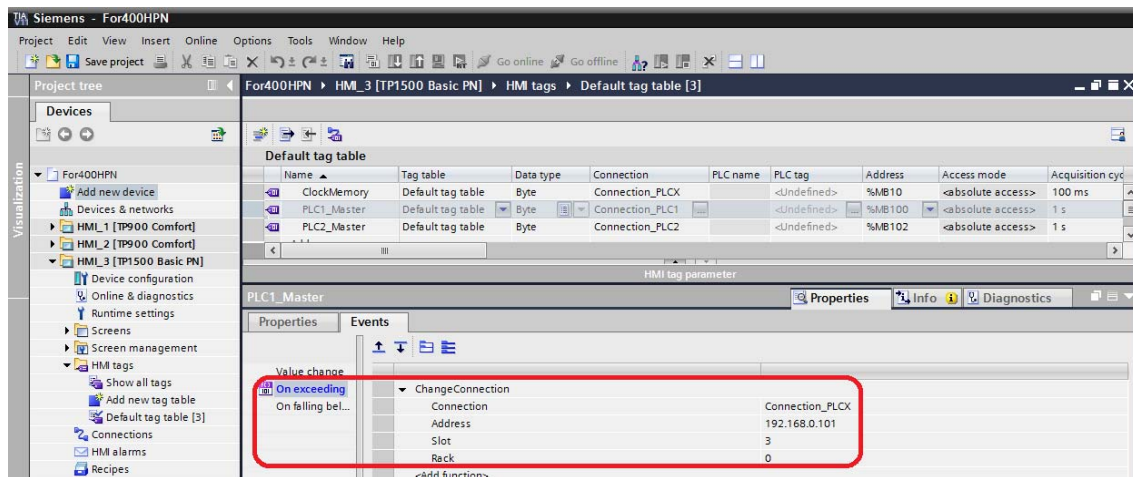

图 10
- (G) 在变量 PLC1_Master 的 Events-On exceeding 中添加系统函数 ChangeConnection，设置 Connection 为 Connection_PLCX，Address 为 192.168.0.101，Slot 为 3，Rack 为 0，如图 10 所示。